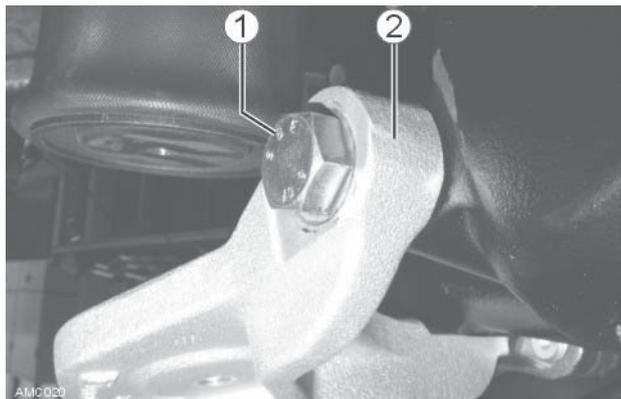

Bild 52
22. Eine Sechskantschraube M14x1,5x40 (Bild 52 - 1) heraus-schrauben und untere Konsole (Bild 52 - 2) abnehmen.